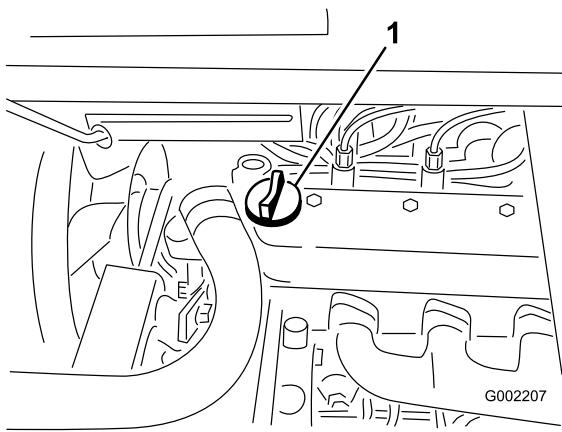

Bild 38
3. Wenn der Ölstand niedrig ist, nehmen Sie den Deckel des Einfüllstutzens von der Ventilabdeckung ab (Bild 38) und füllen Sie Öl auf, bis der Ölstand die Vollmarke am Peilstab erreicht. Angaben zur richtigen Ölsorte und zur Viskosität finden Sie unter „Warten des Motoröls“. Gießen Sie Öl langsam ein und prüfen Sie den Ölstand häufig während des Füllens. Nicht überfüllen.